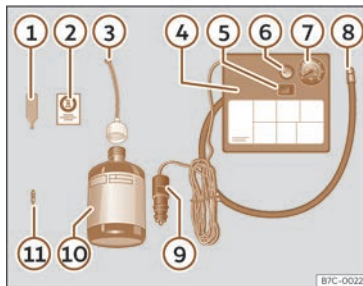

Fig. 204 Representación estándar: contido do kit anticipadas.
O kit anticipadas atópase no compartimento do maleteiro, baixo o revestimento do chan. Inclúe os seguintes compoñentes >>> **fig. 204:**
- Desaparafuse a carapucha e o obús da válvula do pneumático. Use o dispositivo >>> **fig. 204 ①** para extraer o obús. Póñao sobre unha superficie limpa.
- Sacuda con forza a botella de illante de pneumáticos >>> **fig. 204 ⑩**.
- Enrosque o tubo de inflamento >>> **fig. 204 ③** na botella de illante. O precinto da botella romperá automaticamente.
- Retire o tapón do tubo de carga >>> **fig. 204 ③** e enrosque o extremo aberto do tubo na válvula do pneumático.
- Volva colocar o obús co dispositivo >>> **fig. 204 ①** na válvula do pneumático.
- Enrosque o tubo de inflamento do pneumático do compresor >>> **fig. 204 ⑧** na válvula do pneumático.
- Asegúrese de que o parafuso de evacuación de aire estea pechado >>> **fig. 204 ⑥**.
- Acople o conector >>> **fig. 204 ⑨** á toma de corrente de 12 voltios do vehículo >>> páx. 226.
- Conecte o compresor de aire con conmutador ON/OFF >>> **fig. 204 ⑤**.
- Pegue o adhesivo >>> **fig. 204 ②** no cadro de instrumentos, dentro do campo visual do condutor.
Enrosque de novo o tubo de inflamento >>> **fig. 204** ⑧ e comprobe a presión no manómetro ⑦.